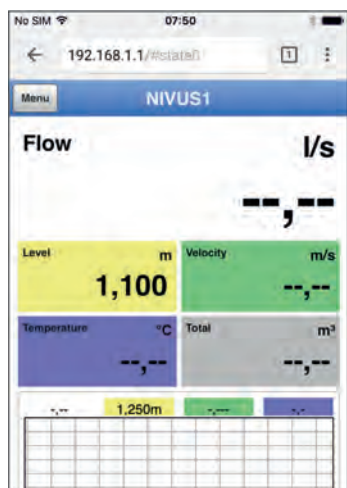

Fig. 29-16 Affichage écran NFM dans le navigateur
7. Entrez dans le champ d'adresse, l'adresse IP « 192.168.1.1 » et ouvrez. Après une connexion réussie, le NivuFlow Mobile s'affiche (Fig. 29-16).